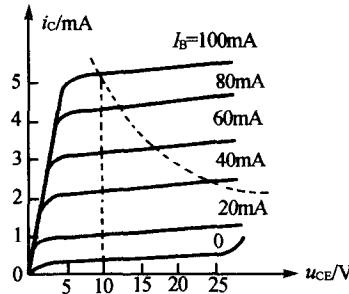

图 14.16
(1) 因为  $P_{CM} = I_C U_{CE} = 150\text{mW}$ ，当  $U_{CE} = 10\text{V}$  时， $I_C = 15\text{mA}$ ，即为此时  $I_C$  允许的最大值。
(2) 当  $U_{CE} = 1\text{V}$  时，仅从功率的角度考虑， $I_C$  可达  $150\text{mA}$ ，考虑到参数  $I_{CM}$ ，故  $I_C = 100\text{mA}$ ，即为此时允许的最大值。
(3) 当  $I_C = 1\text{mA}$  时，仅从功率的角度考虑，可有  $U_{CE} = 150\text{V}$ ，但考虑到参数  $U_{(BR)CEO}$ ，所以， $U_{CE} = 30\text{V}$  即为此时允许的最大值。
14.2.10 某半导体三极管的输出特性如图14.16。试求：该管的  $\beta$ 、 $\alpha$ 、 $I_{CEO}$ 、 $U_{(BR)CEO}$  和  $P_{CM}$ 。